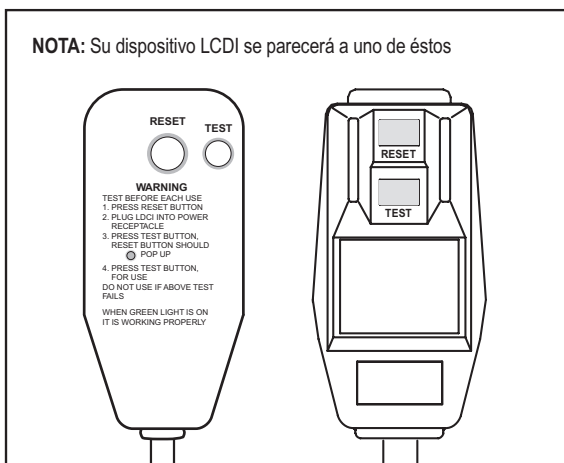

Figura 2
2. Pulse el botón RESET (vea la figura 2).